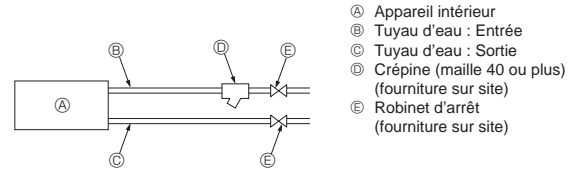

Fig. 4-4
11. Veuillez vous reporter à la [Fig. 4-4] quand vous raccordez l'alimentation en eau.